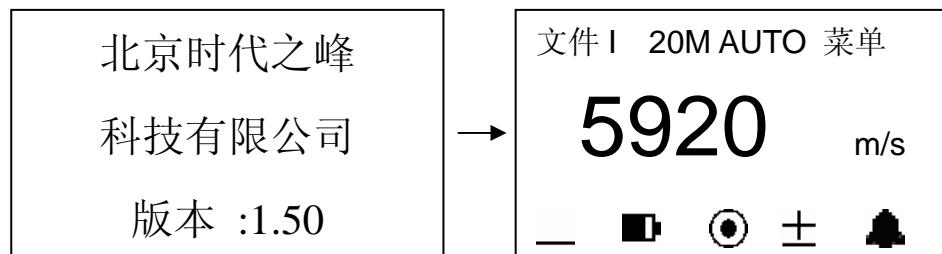
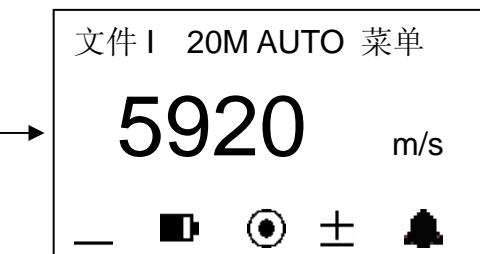

图 3
图 4
2. 按住 ① 键直到屏幕出现显示，屏幕显示过程（如图 3 和图 4）：
说明：图 4 中，